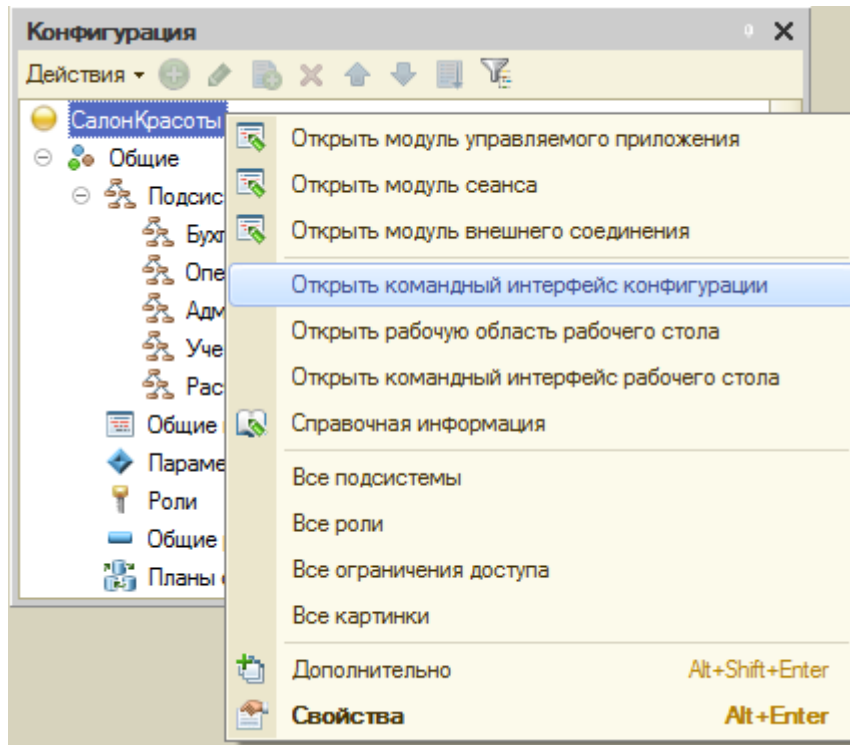

Рисунок 2.8- Открыть командный интерфейс конфигурации
1.7 Изменим порядок следования подсистем. Логично было бы расположить разделы нашего прикладного решения таким образом, чтобы раздел **Администрирование** оказался в правой части панели. Обычно наиболее часто используемые команды располагают левее и выше других. Можно заметить, что порядок расположения разделов не соответствует порядку расположения объектов **Подсистема** в дереве конфигурации (обратитесь к двум предыдущим рисункам для того, чтобы это увидеть). Для того чтобы изменить порядок следования подсистем в панели разделов нужно воспользоваться командой контекстного меню корневого объекта дерева конфигурации **Открыть командный интерфейс конфигурации**, Рисунок 2.8.